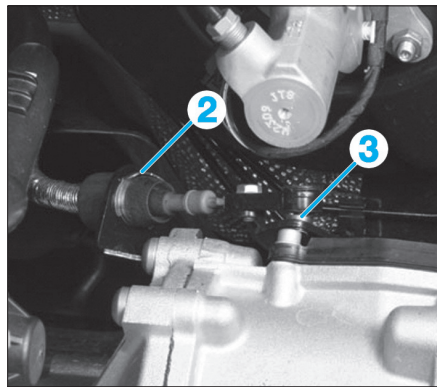

Fig. 3
- Déposer (Fig.3) :
- l'agrafe (2),
- le câble de commande de la rotule (3).